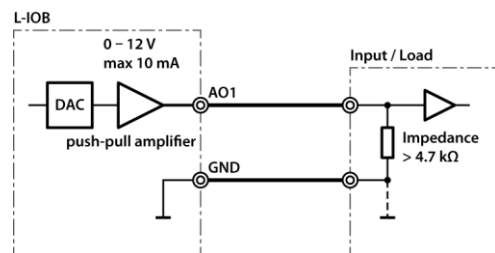

Abbildung 204: Analogausgänge
Abbildung 204 zeigt den Anschluss von Analogausgängen (AO). Beachten Sie, dass die Analogausgänge mit „0-10V OUT“ beschriftet sind, tatsächlich aber über 11V liefern können.